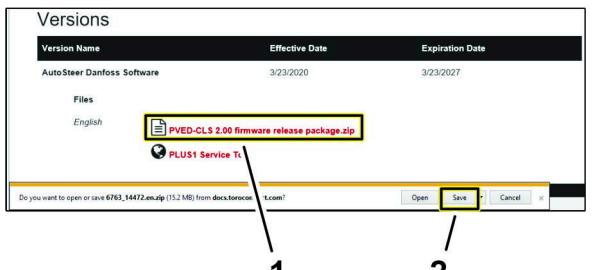

図 17
- ドキュメント情報ページで、PVED-CLS 2.00 フームウェアリリースpackage.zipハイパーリンク (図 17) をクリックする。
- [保存]ボタンをクリックする(図 17)。